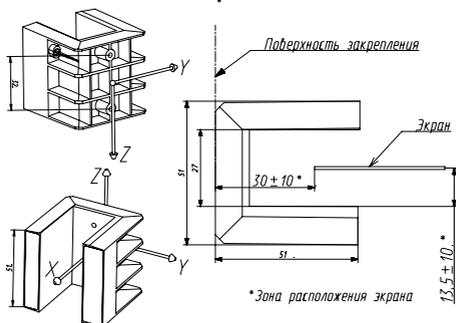

Рис.1
Размеры зоны расположения экрана относительно корпуса датчика (по координатам X и Y)	См. Рис. 1
Изменение положения срабатывания при смещении экрана в пределах зоны расположения (по координатам X и Y, см. Рис. 1)	+/-20 mm
5.1. Закрепление датчика производится шурупами 3,5х13 (из комплекта) на плоской поверхности (см. Рис.1). Материал поверхности закрепления может быть любым.